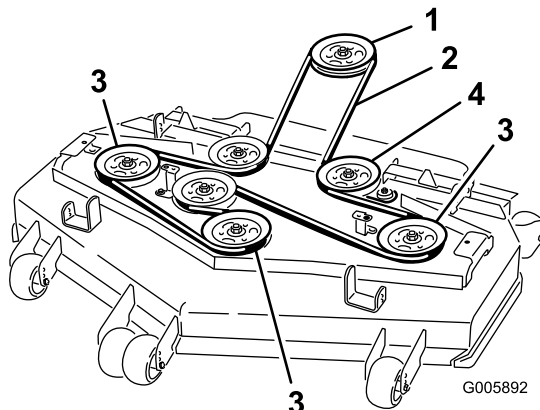

Figura 50
6. Instale la correa nueva alrededor de las poleas (Figura 50).